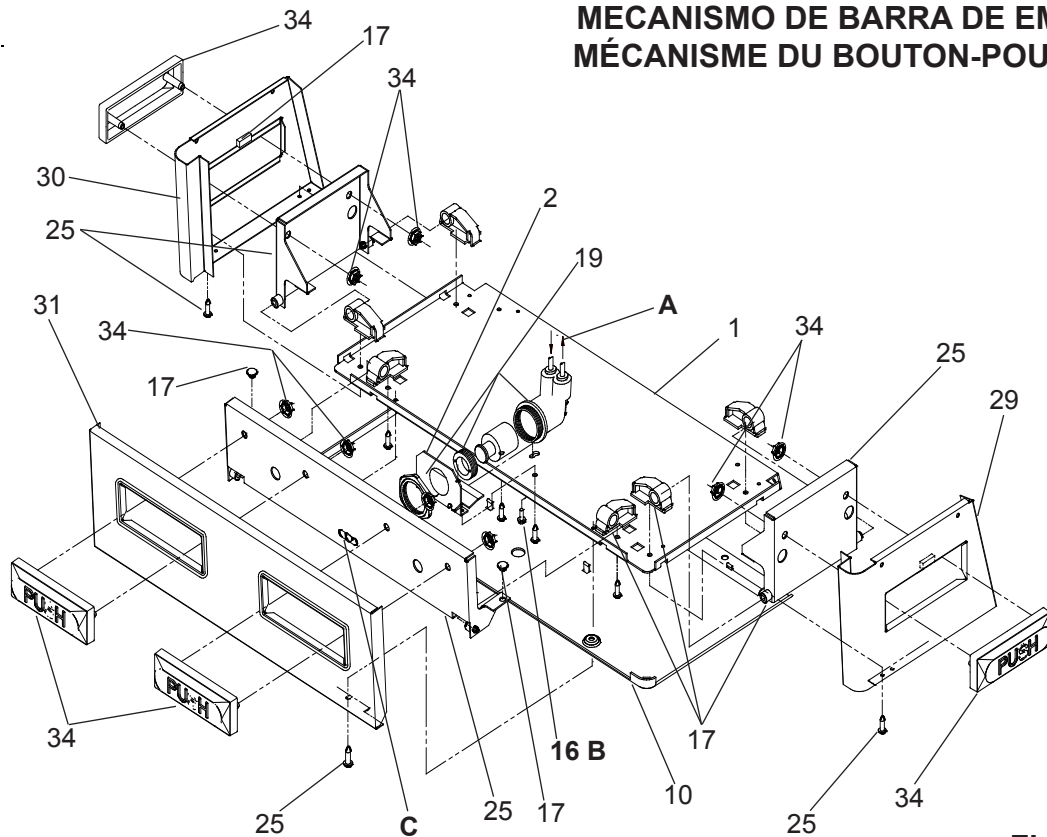

Fig. 4
- 5) Loosen the two (2) screws holding the lower front panel at the bottom of cooler base and two (2) screws at the top. Remove the front panel and set aside.
- 8) Stream height is factory set at 45-50 PSI. If supply pressure varies greatly from this, adjust screw, accessible by removing front push panel (Item 31, Fig. 4). CW adjustment will raise stream and CCW adjustment will lower stream. For best adjustment, stream should hit basin approximately 6-1/2" (165mm) from bubbler.
- 9) Replace the front panel and secure by retightening four (4) screws.
- 5) Dégagez les deux (2) vis retenant le panneau inférieur avant au bas de la base du refroidisseur ainsi que deux (2) vis sur le dessus. Retirez le panneau avant et mettez-le de côté.
- 8) Le niveau d'écoulement est réglé en usine à 45-50 PSI. Si la pression varie beaucoup de ce point, ajustez la vis que l'on peut atteindre en retirant le panneau avant (article 31, fig. 4). Si vous ajustez dans le sens des aiguilles d'une montre, le jet augmentera et dans le sens contraire, le jet diminuera. Le meilleur ajustement est lorsque le jet frappe le bassin à environ 6-1/2" (165mm) du barboteur.
- 9) Remplacez le panneau avant et fixez-le en place en resserrant les quatre (4) vis.